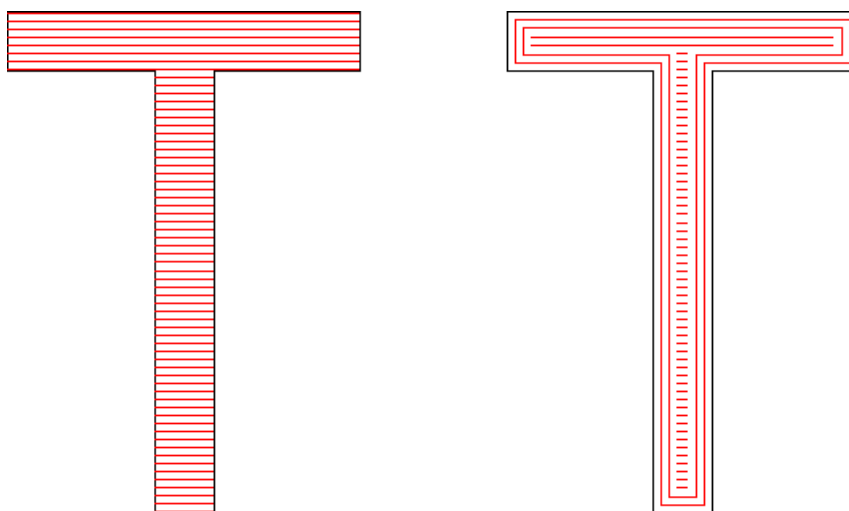

图 3-11 边界环数示例
**边界环数：**指在进行水平填充之前先进行几次环形填充的次数。由于完全用环形填充的功能时会有在最后一个环无法填充均匀的情况，所以此功能就是用于解决这样问题的时候使用。如图 3-11 所示为边界环数的示例填充图形。